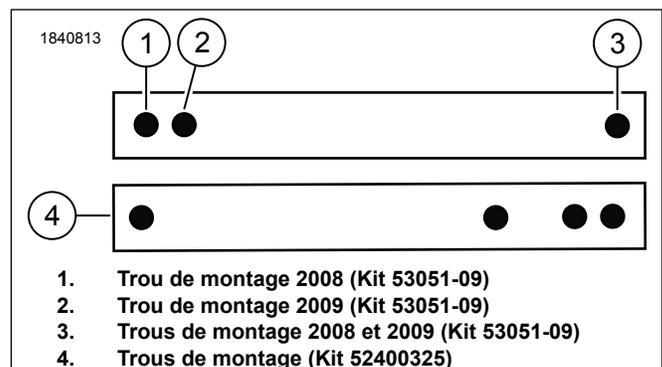

Figure 6. Sangle de maintien
1. Voir la Figure 6. Installez la sangle de maintien (2) sur les goujons.
- a. Fixez la sangle de maintien aux goujons (F) à l'aide d'écrous (E). Serrer.
- a. Voir la Figure 6. Utilisez les trous de montage de la sangle de maintien.